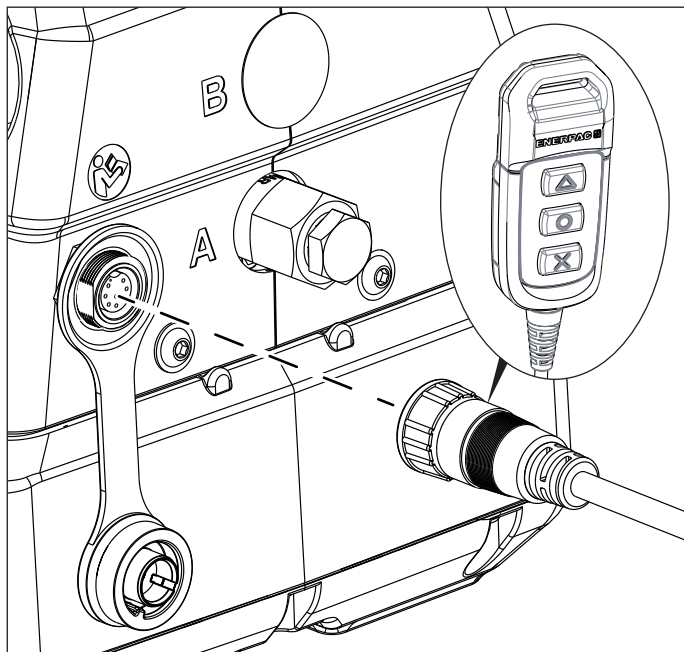

Figura 5: Collegamento della pulsantiera a distanza
1. Rimuovere il cappuccio antipolvere dal connettore sulla parte anteriore della pompa e collegare il cavo della pulsantiera. Vedere la Figura 5.